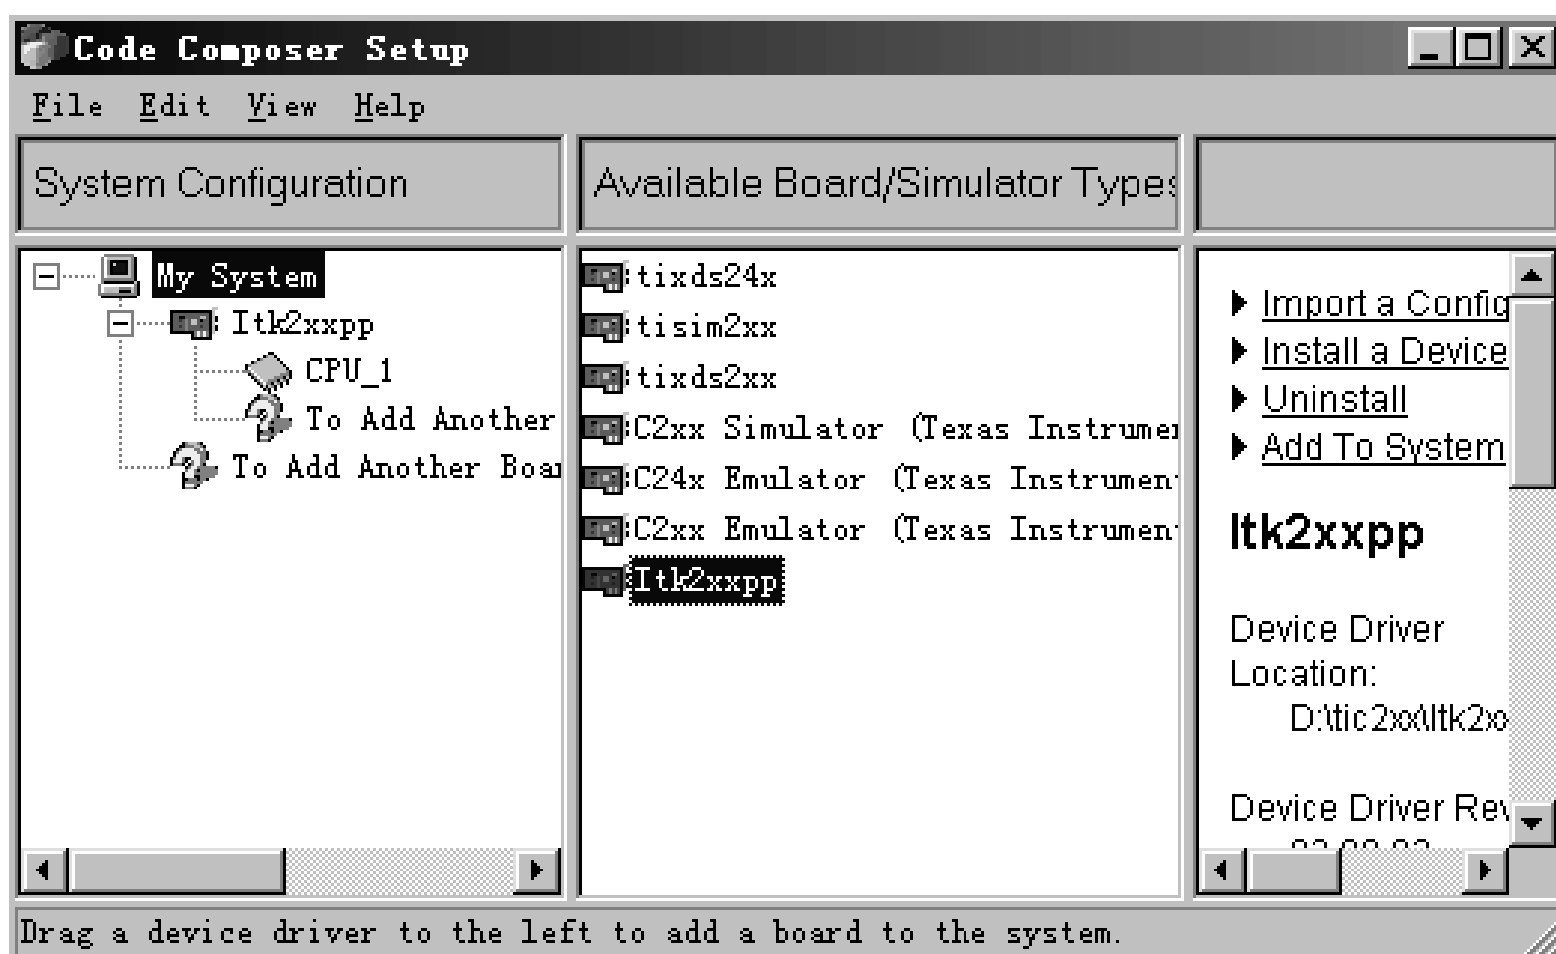

图 5 程序设置界面
① ) 选中图 5 中的 Itk2xxpp，点击右键选中 Add to System ...，弹出界面：